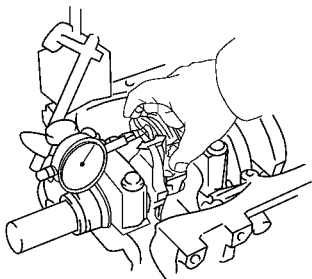

图 1-99 用百分表测量连杆的轴向间隙
(1) 测量连杆的轴向间隙。使用百分表边前后移动连杆，边测量它的轴向间隙，如图 1-99 所示。